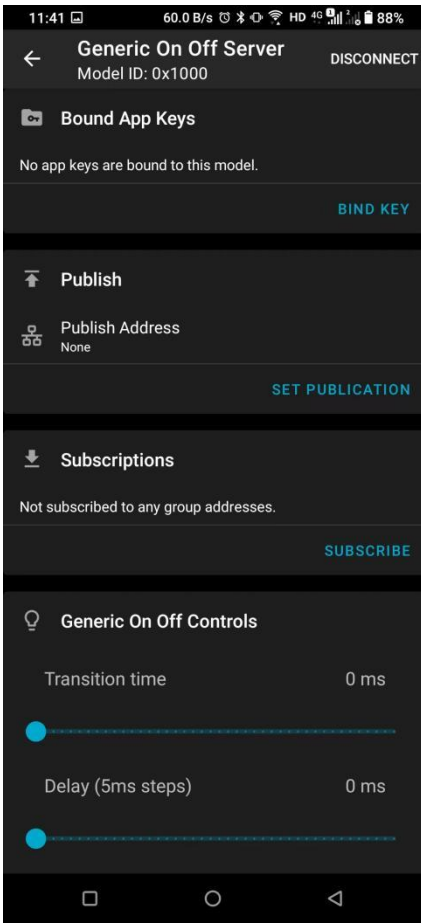
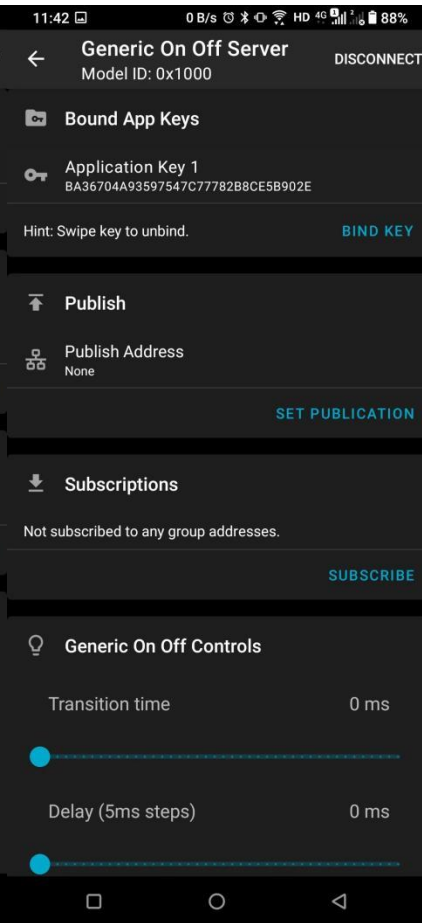
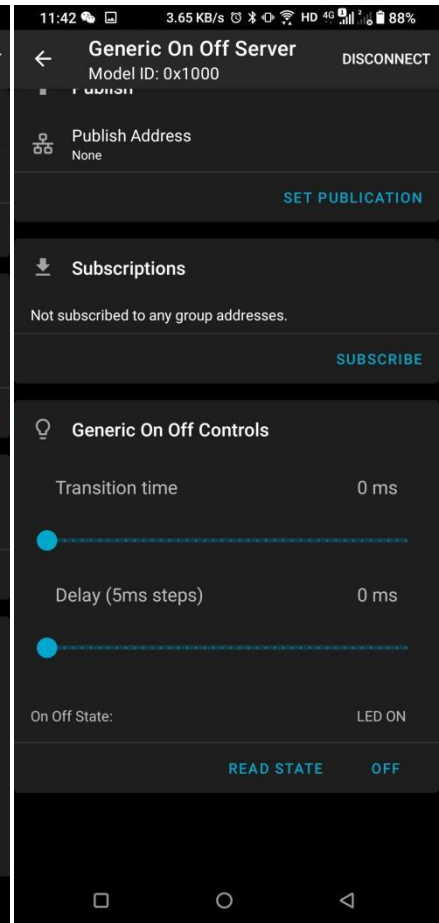

图10
图11
图12
4) 要对model进行控制之前需要绑定密钥，点击图10“BIND KEY”选择密钥，密钥绑定完成如图11所示，之后就可以通过图12进行开关控制了。